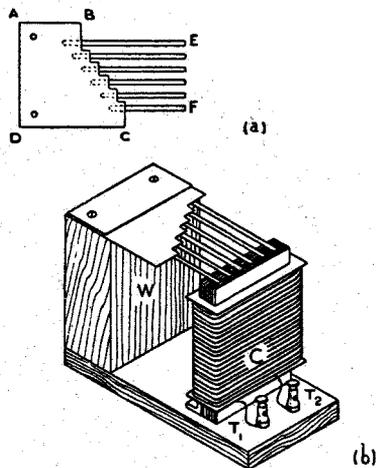

Fig. 3 - Cinque pezzi di molla di diversa lunghezza vi permetteranno di sapere se la frequenza di una corrente è o no costante.
**Ed ora un frequenziometro** - Ritagliate un pezzo di lamiera da 15 decimi, A-B-C-D, delle seguenti dimensioni: AD = 75 mm., AB = 45 mm., DC = 75 mm., e tracciate e tagliate lungo il lato CB i cinque gradini di fig. 3, facendo ognuno di mm. 5x10.